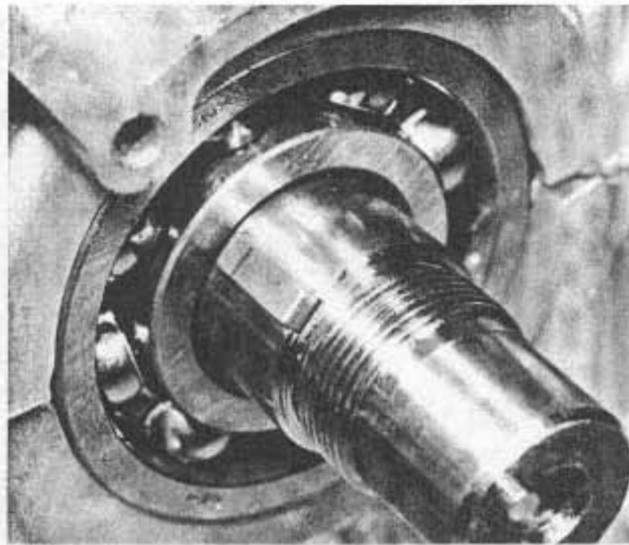
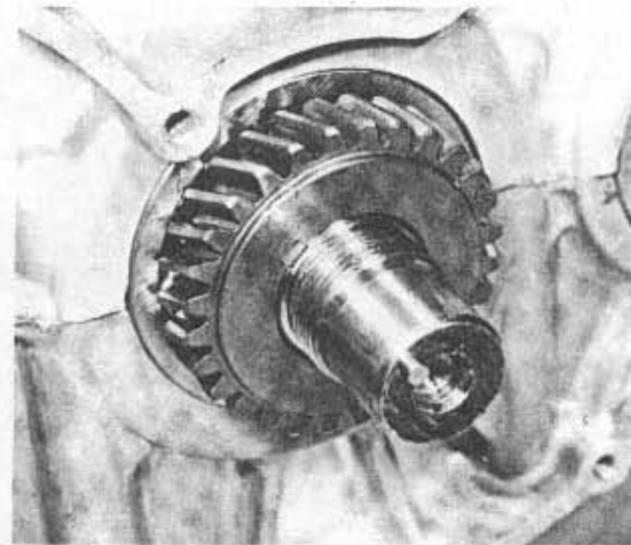
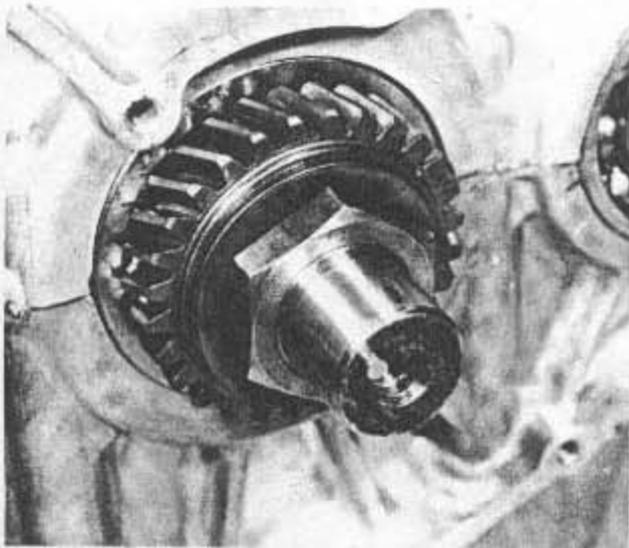

Bild 112
Bild 113
Bild 114
- Der «Woodruff»-Keil wird in die Keilnut im rechten Kurbelwellenende eingelegt (Bild 112). Zahnrad aufschieben und zwar so, dass die Keilnut im Zahnrad mit der Scheibenfeder übereinstimmt (Bild 113). Das Primärzahnrad muss so eingebaut werden, dass die Stirnfläche mit dem grösseren Durchmesser nach aussen zu liegen kommt. Spezialscheibe aufschieben, hohle (konkave) Seite gegen das Zahnrad. Mutter aufschrauben und festziehen (Bild 114).